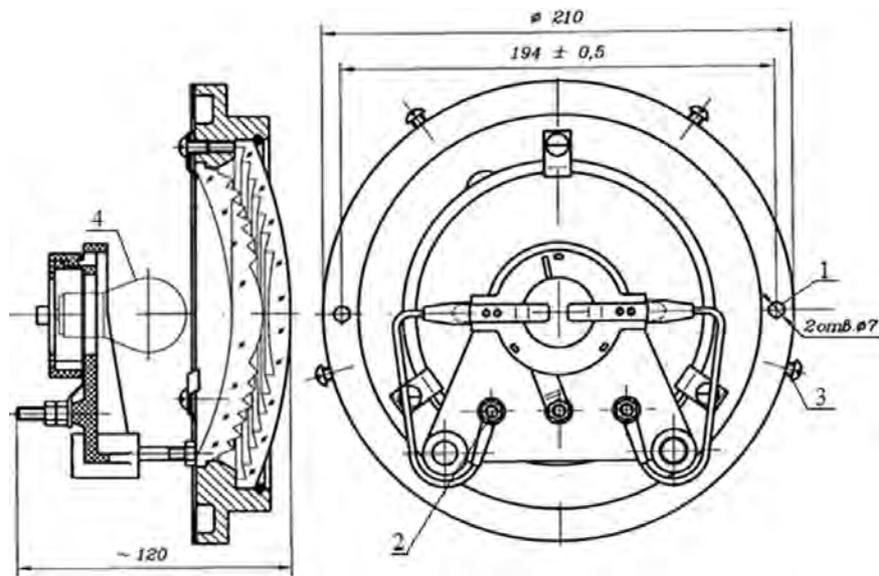

Рис.1. Линзовый комплект карликовых светодоров (черт. 16904-00-00)
- поочередно открутить торцевым ключом с внутренним шестигранником 10 мм гайки на контактных клеммах (поз.2 рис.1 или поз.5 рис.3) и снять монтажные провода (при питании постоянным током обозначить их бирками);
- при замене линзового комплекта изъять лампу из ламподдержателя (поз.4 рис.1);
- при необходимости снять козырек с заменяемого линзового комплекта (ССС), открутив отверткой винты крепления козырька к линзовому комплекту (ССС) (поз.3 рис.1) или к корпусу светофорной головки (для заградительного, повторительного – к фоновому щиту);
- шлицевой отверткой выкрутить винты крепления линзового комплекта (ССС) к корпусу светофорной головки (поз.1 рис.1 или поз.6 рис.3) (при креплении линзового комплекта к корпусу головки болтами применять гаечный ключ);